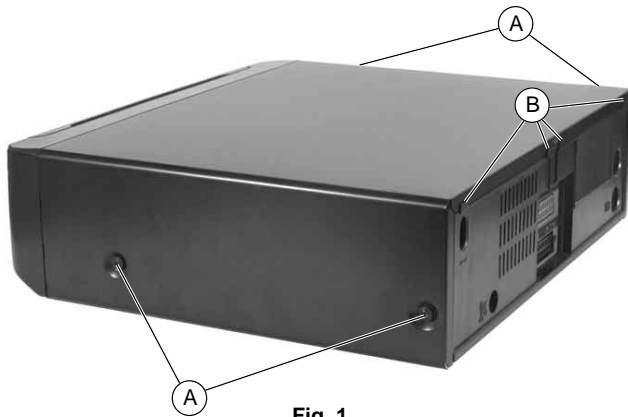

Fig. 1
- Dévisser les 4 vis (A) (Fig. 1).
- Dégager l'arrière du couvercle pardessus les 4 fixations (B) (Fig. 1) et pousser celui-ci de 4cm vers l'arrière.
**Instruction de remontage:** Le couvercle du boîtier doit être posé dans les 4 fixations (B) du panneau arrière (Fig. 1).
- Undo 4 screws (A) (Fig. 1).
- Lift the cabinet upper part over the 4 holders (B) (Fig. 1) on the back of the cabinet and push the upper part towards the rear by 4cm.
**Reassembly:** The cabinet upper part must fit into the 4 holders (B) on the back panel (Fig. 1).